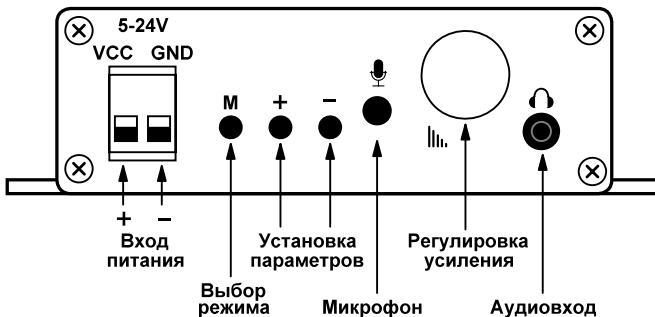

Рис.2. Органы подключения и управления
3.4. Подключите ко входу питания (Рис.2) провода от блока питания с выходным напряжением DC 5-24В. Соблюдайте полярность. Для питания контроллера может использоваться как отдельный блок питания, так и блок питания, к которому подключена светодиодная лента. Клеммы GND входа питания и выхода являются общим проводом для питания и сигналов управления.